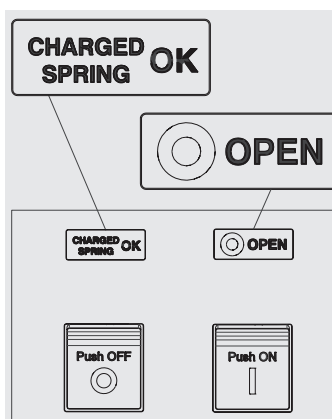

Figure 46
2. Disjoncteur ouvert avec ressorts bandés (voir Figure 46).